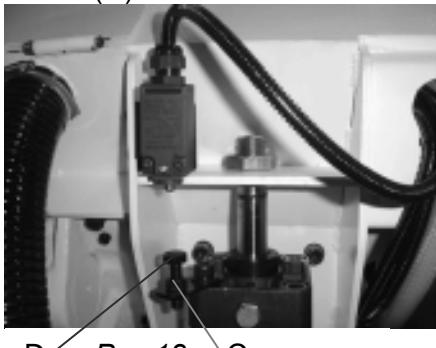

Рис.18
Нижний концевой выключатель должен быть отрегулирован таким образом, чтобы заготовка была отрезана полностью, зубья ленточного полотна не врезались в поверхность стола. Для регулировки ослабьте гайку (C), Рис.18, отрегулируйте винт (D) по высоте и зафиксируйте гайкой (C).